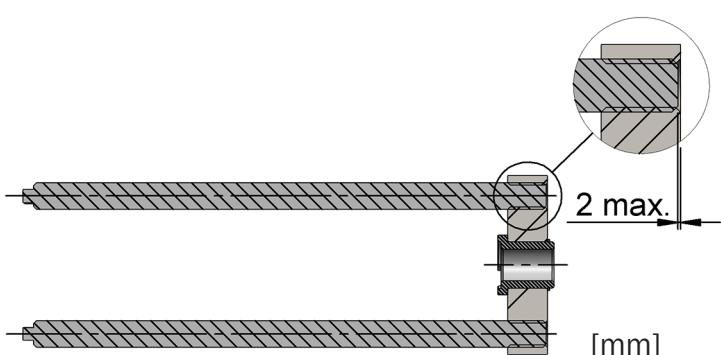
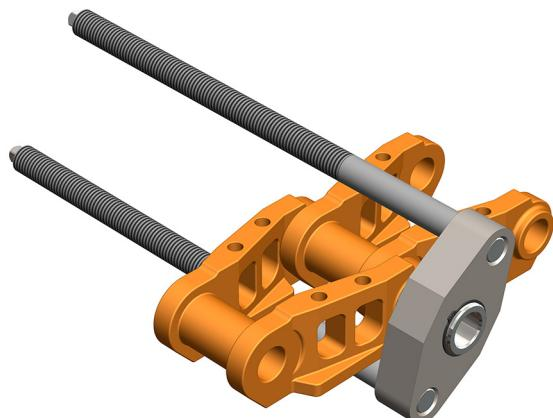

fig. 6
fig. 7
2. Skruva fast dragstånger i mothållsoket. Dragstångerna måste vara tillräckligt långt inskruvade i mothållsoket, se fig. 6. Placerä mothållsoket mot bandkedjan enligt fig. 7. Viktigt! Centreringshylsan måste vara centrerad över bandkedjans ändbult.
2. Screw the pulling rods into the counterhold yoke. Make sure the rods are fully screwed in, see fig. 6. Place the counterhold yoke against the track chain as shown in fig. 7. It is important that the centering sleeve is centered over the end bolt.